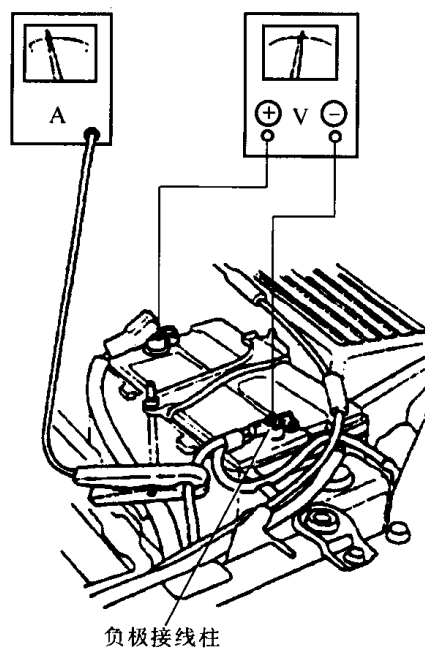

图 1-1-3 电流表与电压表的连接
• 将电流表的感应夹夹在电瓶的负极搭铁线上，将电压表接在电瓶正负极上（图 1-1-3）。